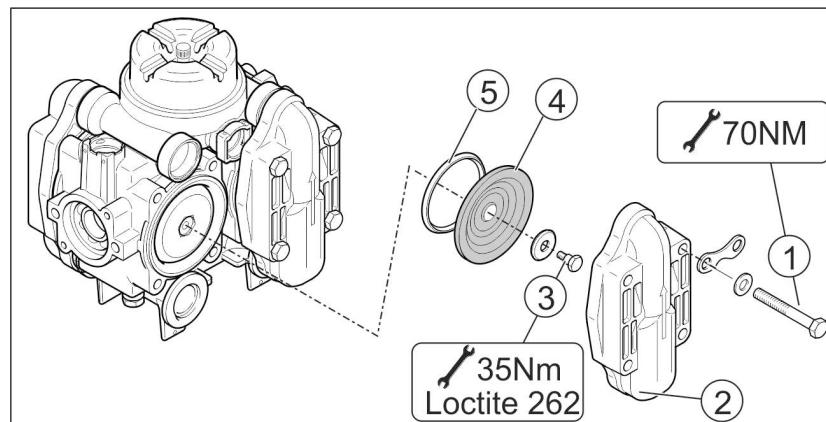

Рис. 194
2. Продуйте испаритель (Рис. 194/2) и радиатор водяного отопления (Рис. 194/3) сжатым воздухом (максимум 5 бар).
3. Замените поврежденные уплотнения (Рис. 194/1) под крышкой.